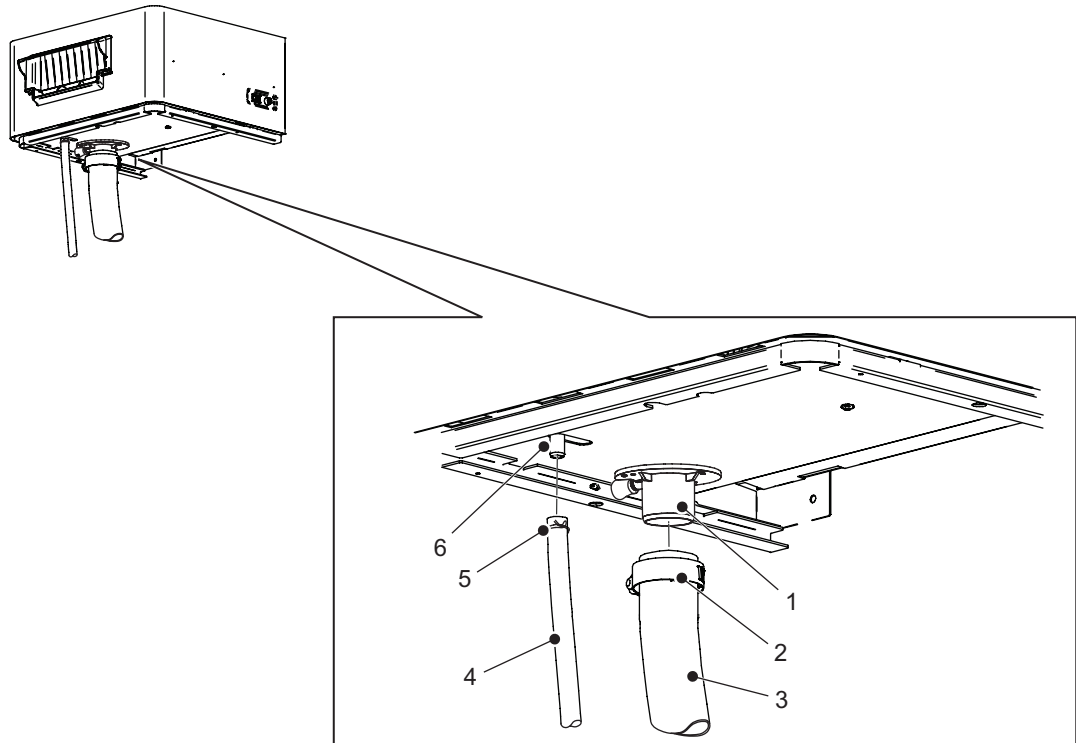

Figure 12 : Raccords de tuyau sur l'unité de ventilation
- Fixer le tuyau de vapeur (non fournie) à l'adaptateur vapeur à l'aide d'un collier de serrage (fourni). Consulter la Figure 12.